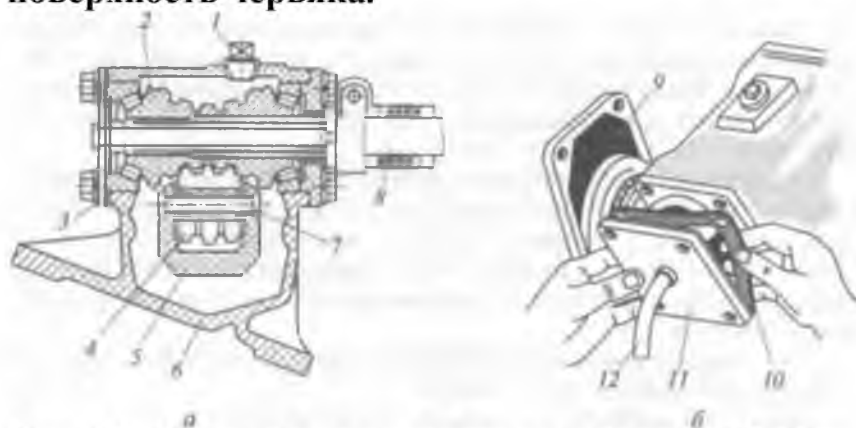

Рис. 4.1. Рулевой механизм автомобиля ГАЗ-53А:
Иллюстративный материал — учебные плакаты, рис. 4.1—4.5.
2. **Разобрать рулевой механизм автомобиля ГАЗ-53А (см. рис. 4.1) в следующей последовательности:**